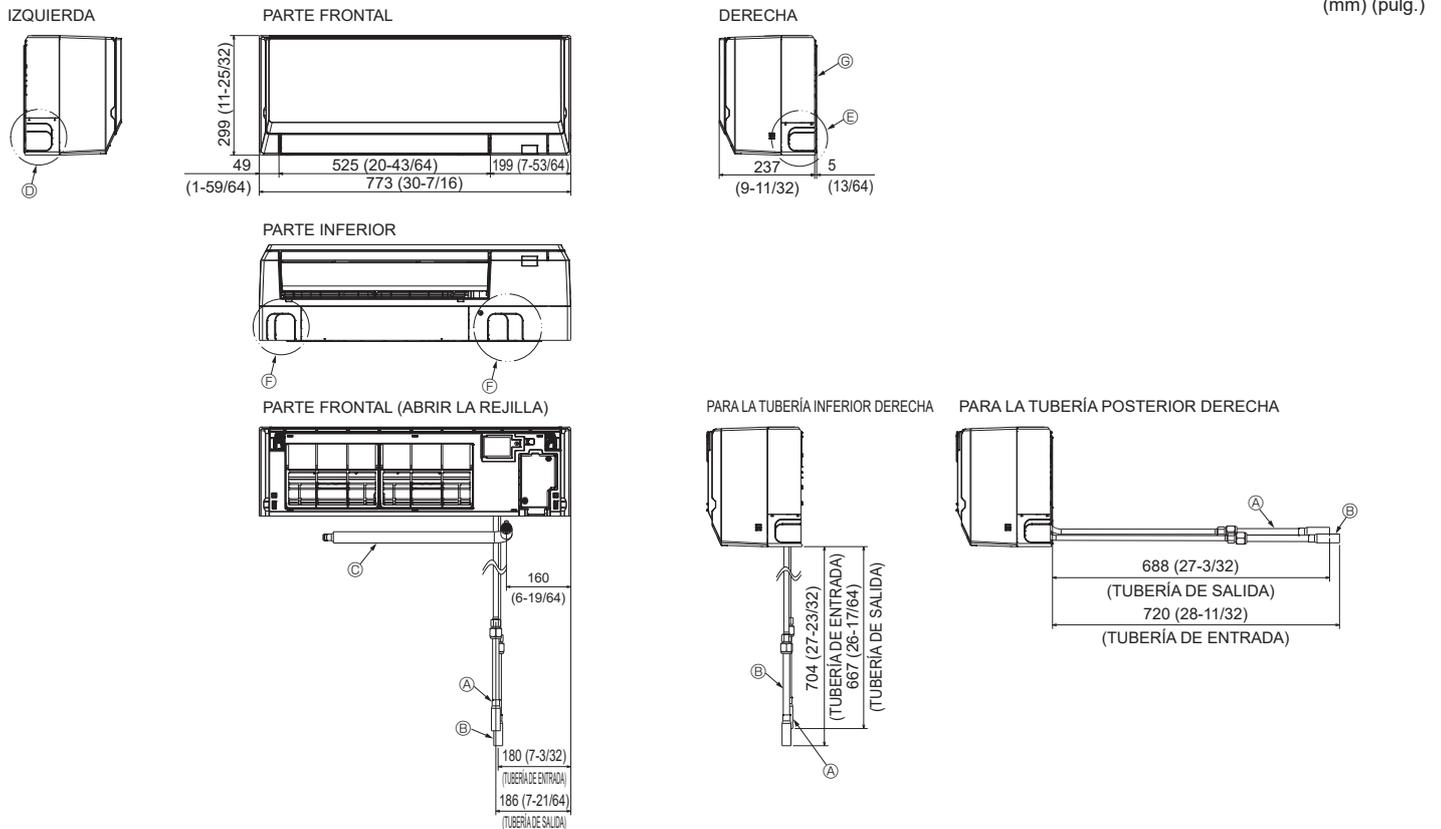

Fig. 4-5
4.2. Colocación de las tuberías de agua y de drenaje (Fig. 4-5, 4-6)
- Ⓖ Placa de montaje ①